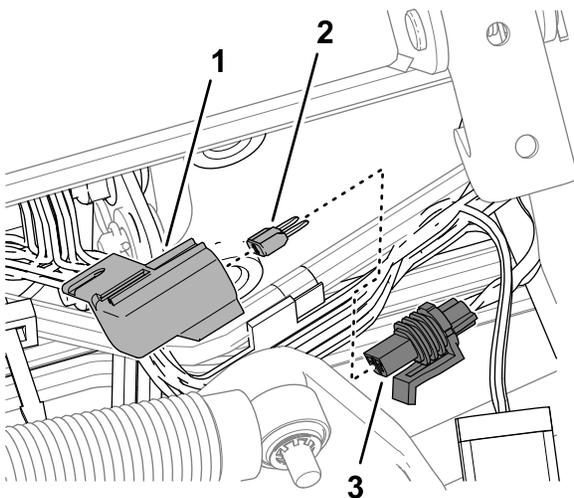

Рисунок 89
3. Снимите крышку со встроенного держателя предохранителя с маркировкой 10 A FUSE TELEMATIC PWR (ПРЕДОХРАНИТЕЛЬ 10 А ПИТАНИЯ УСТРОЙСТВА ТЕЛЕКОММУНИКАЦИИ) (Рисунок 89).